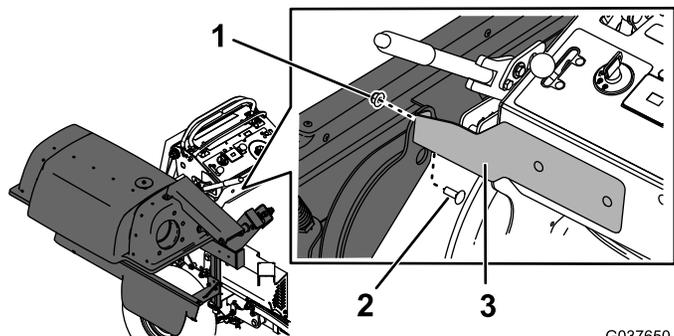

Figure 16
- Fixez le cadre du système de ramassage au support de montage avant à l'aide d'un boulon de carrosserie ($\frac{3}{8}$ " x 1") et d'un écrou ($\frac{3}{8}$ "), comme montré à la Figure 16.